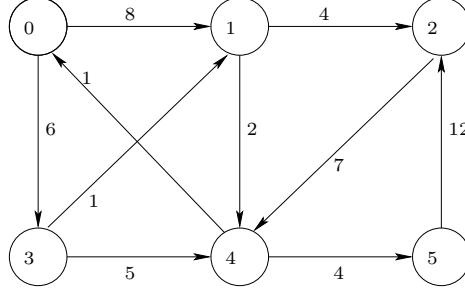

Figura 6.5: Grafo di partenza (esercizio 6.13)
**Esercizio 6.13.** ★ Dato il grafo orientato  $G = (V, E)$  rappresentato in figura 6.5, indichiamo con  $E_{T_i}$ ,  $i \in V$ , l'insieme degli archi che costituiscono l'albero dei cammini minimi dal nodo  $i$  a tutti gli altri nodi del grafo.
Il suo costo  $z^*$  è pari alla somma dei costi di tutti gli archi di partenza presenti nel grafo  $G$  (figura 6.5), a cui si aggiunge  $z_{PT}^*$ . Otteniamo: